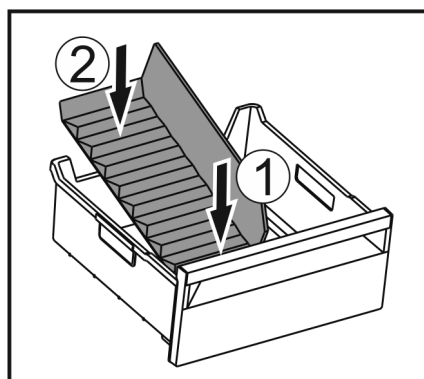

Fig. 35
- ▶ Поставете разделителя първо отпред Fig. 35 (1).
- ▶ Спуснете задната част Fig. 35 (2).